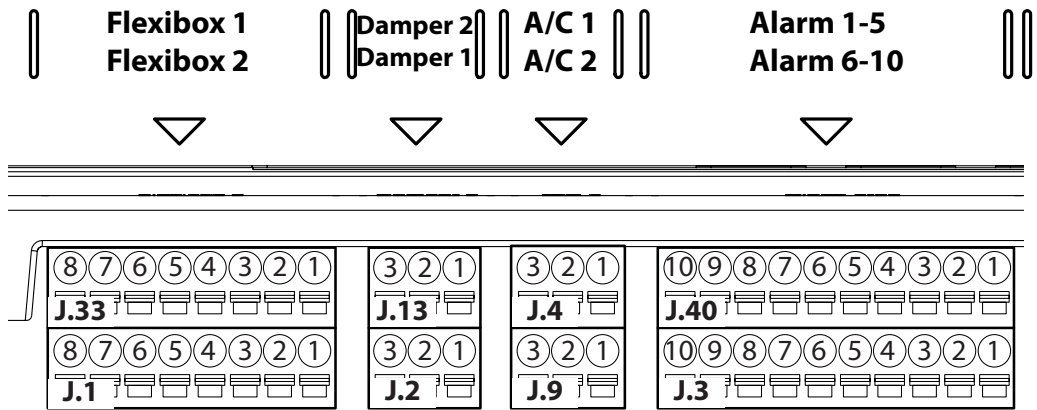

Fig. 10
**Unités de refroidissement libre (Fig. 10)**
**Amortisseurs motorisés (Fig. 10)**
**Climatiseur (Fig. 10)**
**Alarme (Fig. 10)**